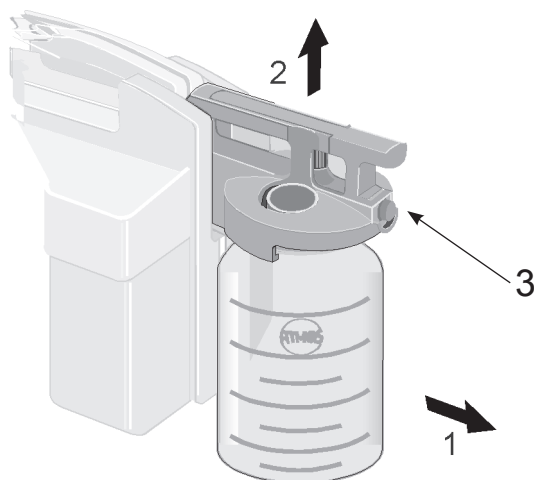

Bild 42. Abnahme des Sekretbehälters
- Zum Abnehmen des Sekretbehälters kippen Sie diesen erst ein wenig vom Gerät weg und nehmen ihn dann nach oben ab (Bild 42).
- Tauschen Sie entweder den vollen Behälter aus oder entleeren Sie ihn. Zum Öffnen des Verschlussbügels drücken Sie den Entriegelungsknopf (3, Bild 42). Entsorgen Sie das Absauggut ordnungsgemäß.